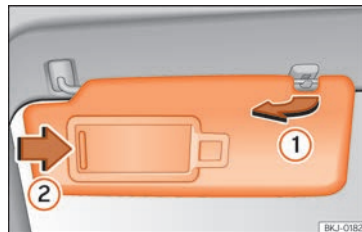

Abb. 116 Sonnenblende auf der Fahrerseite.
- Die Sonnenblende kann aus der Halterung herausgezogen und zur Tür »» Abb. 116 ① geschwenkt werden.